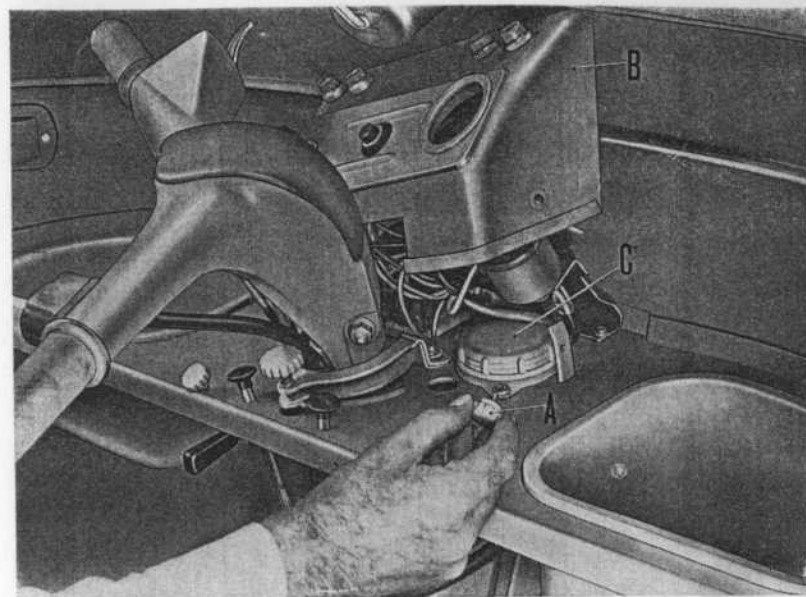

Fig. 24 - Serbatoio della pompa freno
Dopo i primi 1000 Km. sostituire l'olio nel gruppo cambio - differenziale (ved. pag. 26), controllare il livello olio nel serbatoio della pompa freno (fig. 24 e pag. 26), registrare la tensione della cinghia del dinamotore (pag. 22) e controllare che non si siano allentati dadi e bulloni: particolarmente i dadi che fissano le ruote.
<p>AGGIUNTA DI OLIO NEL SERBATOIO DELLA POMPA FRENO</p>	<p>Togliere il cruscottino, svitando i due pomelli laterali, tirandolo indietro e sollevandolo (fig. 24, A - B); svitare il tappo del serbatoio olio «C» e immettere l'olio necessario. Il livello deve essere compreso fra 2,5 cm. sotto la superficie del tappo (livello max) e 1 cm. sopra il fondo del serbatoio (livello minimo): sul serbatoio sono stampate le indicazioni «MAX» e «MIN».</p>
- 4) - Controllare e, se necessario, ripristinare il livello olio nel serbatoio della pompa del freno idraulico (fig. 24).